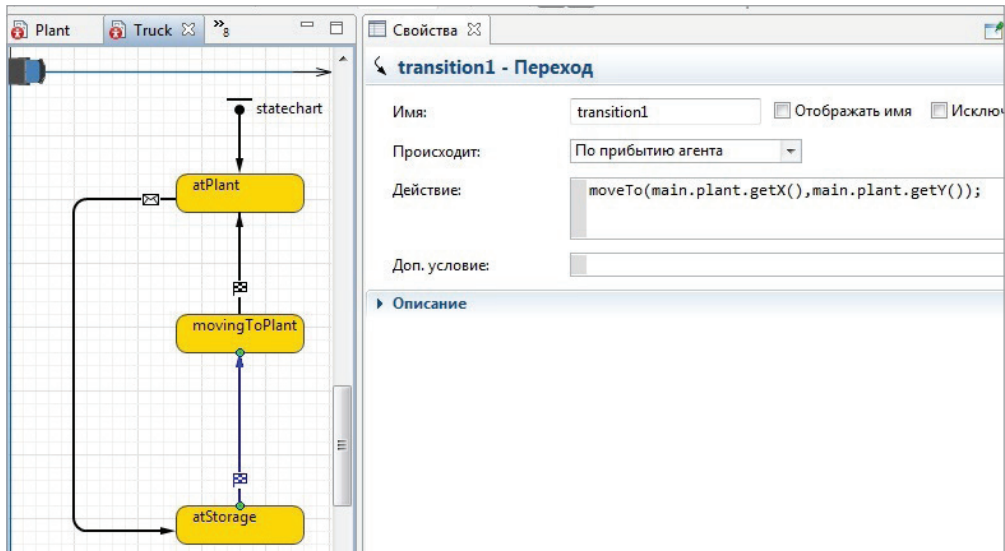

Рис. 6.23. Задание перехода между состояниями atStorage и movingToPlant агента Truck
- в переходе между состояниями **atStorage** и **movingToPlant**, как на рис. 6.23;